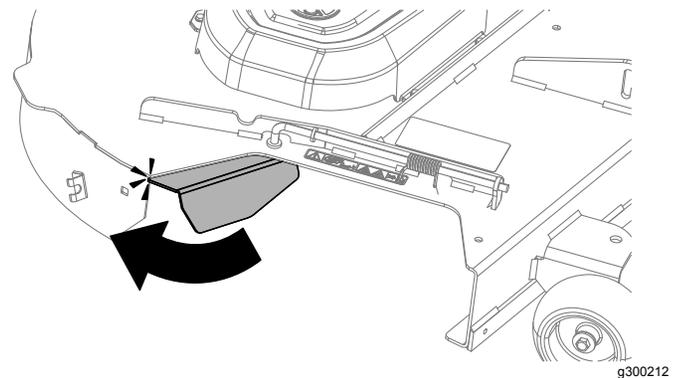

Bild 16
3. Drehen Sie das Versatzablenkmalech des Heckfangsystems so, dass es die Hinterkante des Mähwerks berührt (Bild 16).